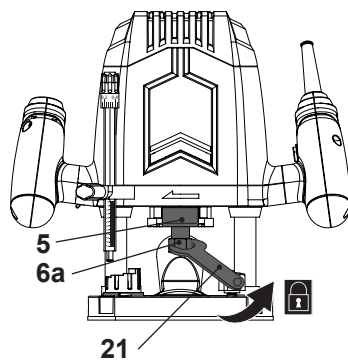

Fig. 5
- > Apăsați elementul de blocare al arborelui (5) și mențineți-l în poziție, în timp ce strângeți piulița de blocare (6a) cu cheia (21) (Fig. 5).